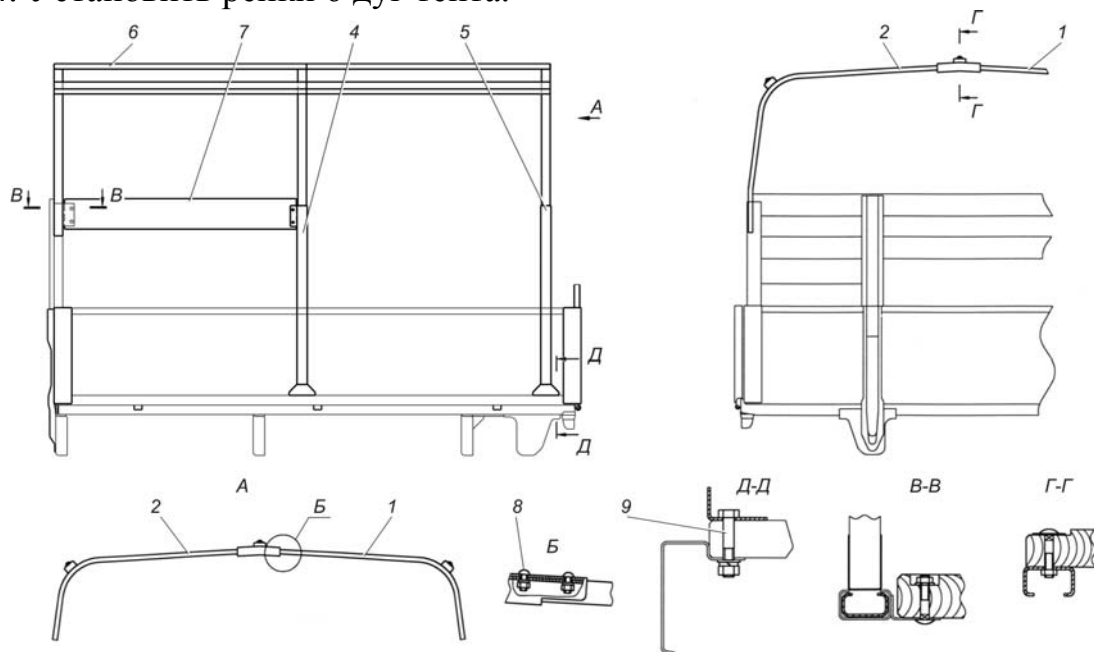

Рис. 12.2. Установка деталей каркаса тента:
Установка деталей каркаса тента показана на рис. 12.2.
1. Установить стойки 3, 4 и 5 (рис. 12.2) с правой, левой и задней стороны платформы. После установки стоек закрепить их болтами 9.